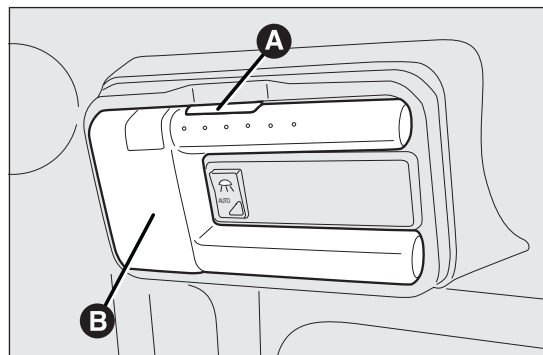

fig. 163
- ❑ pulsar el botón A fig. 163 y extraer el plafón extraíble B;